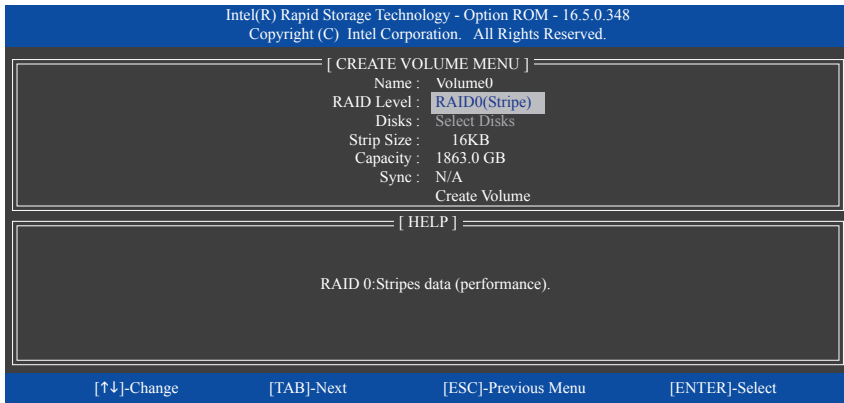

図 15
**CREATE VOLUME MENU** スクリーンに入った後、**Name** の項目で 1~16 文字 (文字に特殊文字を含めることはできません) のボリューム名を入力し、<Enter> を押します。次に、RAID レベルを選択します (図 15)。サポートされる RAID レベルには RAID 0、RAID 1、RAID 10、と RAID 5 が含まれています (使用可能な選択は取り付けられているハードドライブの数によって異なります)。<Enter> を押して続行します。